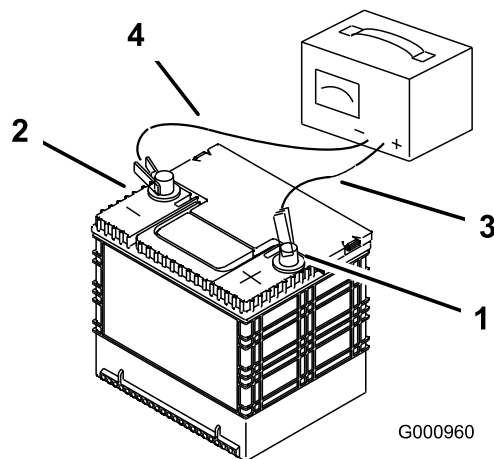

Figura 54
- Quando la batteria è completamente carica, staccate il caricabatterie dalla presa elettrica e scollegate i cavi di ricarica dai poli della batteria (Figura 54).